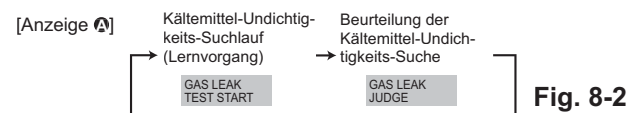

Fig. 8-2
- ② Drücken Sie die **CLOCK** (↙) -Taste und wählen Sie [GAS LEAK TEST START] (START DES GASUNDICHTIGKEITS-TESTS) (Fig. 8-2)